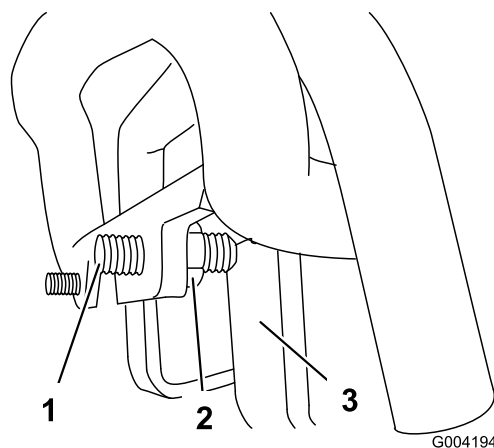

Figura 58
3. Si la unidad de tracción se desvía a la **izquierda**, afloje la contratuerca de la **derecha** y ajuste el tornillo de fijación de desplazamiento en la parte delantera del control de tracción (Figura 58).
4. Si la unidad de tracción se desvía a la **derecha**, afloje la contratuerca de la **izquierda** y ajuste el tornillo de fijación de desplazamiento en la parte delantera del control de tracción (Figura 58).